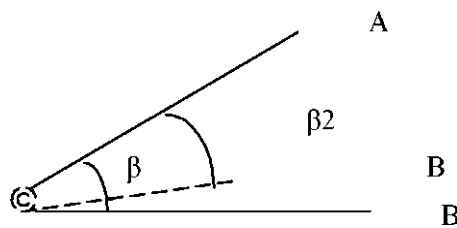

Рис. 1. Схема визирования
3. Выбрать точку визирования по схеме рис. 1. Точка А лежит в пределах высоты инструмента точка В имеет угол наклона от первоначальной точки А $+10^\circ-15^\circ$. Расстояние до точек А и В должно быть примерно одинаковым, чтобы не менять фокусировку.